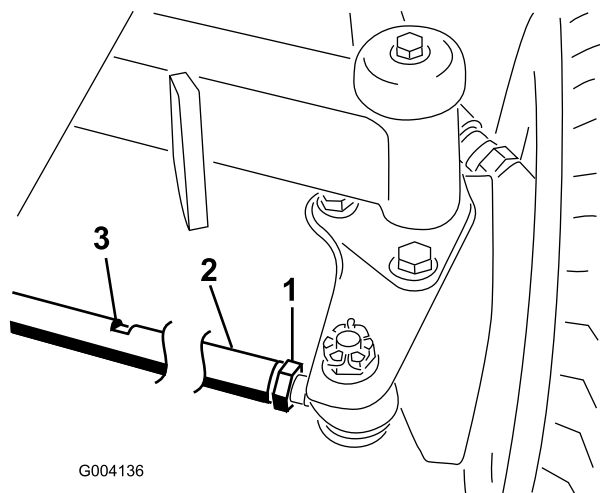

Рисунок 61
2. Ослабьте контргайку с каждой стороны соединительной тяги (Рисунок 61).